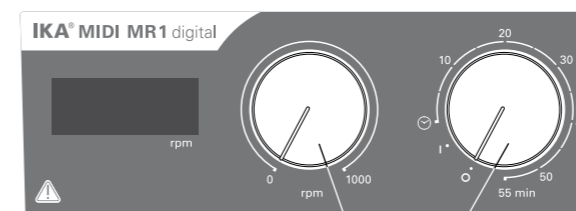

Fig. 3
- ☞ Per accendere l'apparecchio, ruotare la manopola "On/Off" e posizionare la manopola "Timer" (B, ved. Fig. 3) in senso orario sulla posizione "1".
- ☞ Per spegnere l'apparecchio, ruotare la manopola "On/Off" e posizionare la manopola "Timer" (B) sulla posizione "0".
- ☞ Regolare il numero di giri del motore con la manopola "Numero di giri" (C, ved. Fig. 3). Il numero di giri del motore può essere impostato da 0 a 1000 rpm per **MIDI MR 1 digital** e da 0 a 600 rpm per **MAXI MR1 digital**.